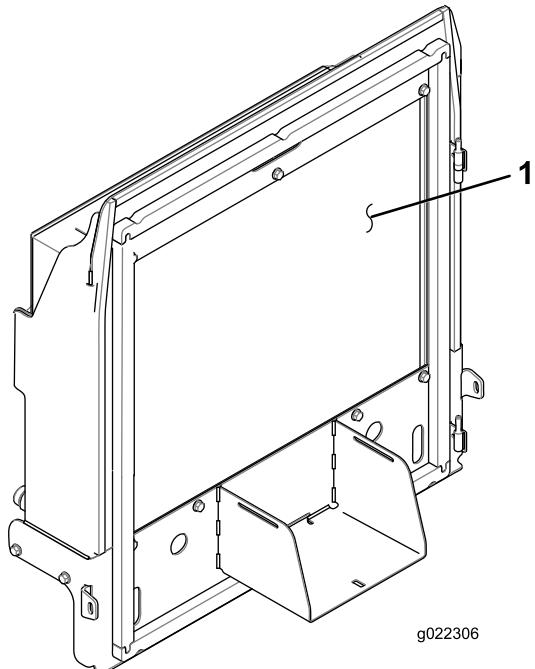

Figura 66
4. Limpe os dois lados do dispositivo de arrefecimento de óleo e o radiador (Figura 66) com ar comprimido.